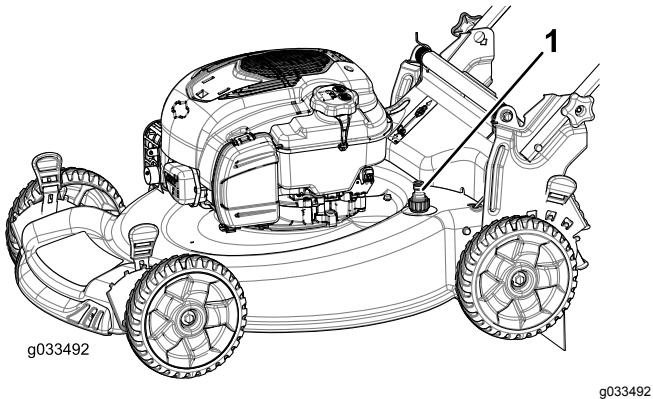

Bild 34
5. Befestigen Sie einen Gartenschlauch, der an einen Wasserhahn angeschlossen ist, am Wasseranschluss (Bild 34).